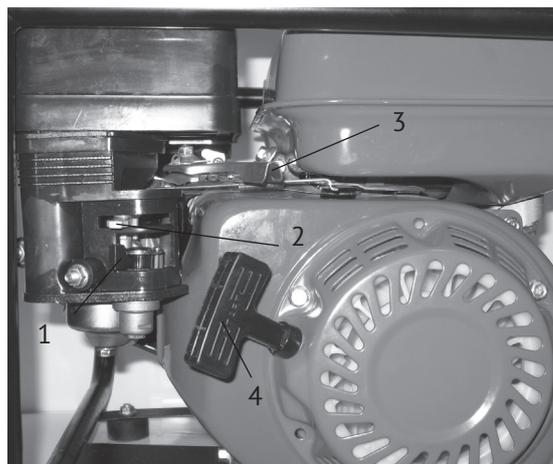

рис. 9
- открыть топливный кран (рис.9 поз.1) – крайнее правое положение;
- перевести рычаг управления воздушной заслонкой (рис.9 поз.2) в крайнее левое положение «закрыто» при пуске холодного двигателя (для прогретого двигателя рычаг устанавливается в промежуточном положении);
- установить рычаг регулировки дроссельной заслонкой (рис.9 поз.3) в положение между «минимально» и «максимально»;
- резко, с усилием потяните рукоятку стартера (рис.9 поз.4) до упора, повторите действие ещё раз, если двигатель не завёлся.
После прогрева двигателя в течение 10-40 секунд (в зависимости от начальной температуры), перевести рычаг воздушной заслонки (рис.9 поз.2) в крайнее правое положение «открыто», а рычаг регулировки дроссельной заслонкой (рис.9 поз.3) в крайнее левое положение «минимально».
- перевести рычаг регулировки дроссельной заслонкой (рис.9 поз.3) в положение «минимально»;
- перевести выключатель зажигания (рис.9 поз.2) в положение «OFF»;
- закрыть топливный кран (рис.9 поз.1) – крайнее левое положение.